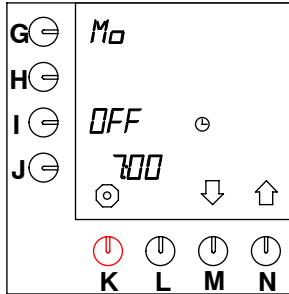

Fig. 32 Precalentamiento del contenedor
- El display muestra “0” en la posición adjunta a la de la tecla de programación (**I.**), ver fig. 32 .